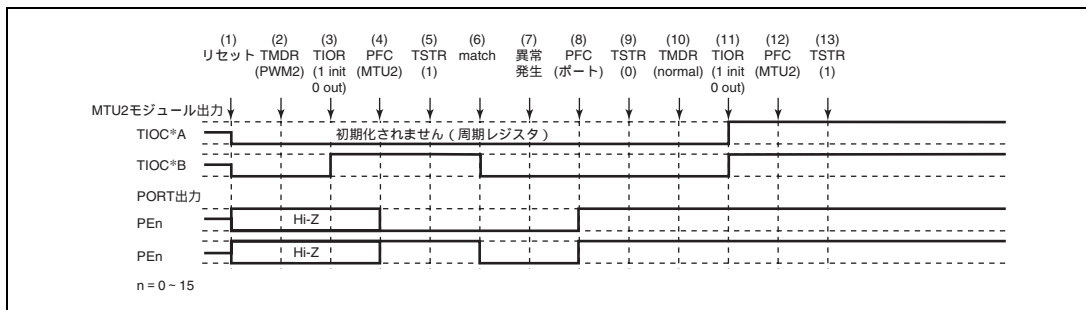

図 12.127 PWM モード 2 で異常が発生し、ノーマルモードで復帰する場合
PWM モード 2 で異常が発生し、再設定後ノーマルモードで再スタートする場合の説明図を図 12.127 に示します。
(1) ~ (9) は図 12.127 と共通です。
(10) PWM モード 1 を設定します。
(11) TIOR で端子を初期化してください (PWM モード 1 では TIOC*B 側は初期化されません)。
(12) PFC で MTU2 出力としてください。
(13) TSTR で再スタートします。
(15) PWM モード 2 で動作中に異常が発生し、PWM モード 2 で再スタートする場合の動作
(10) PWM モード 2 で再スタートする場合には必要ありません。
(11) TIOR で端子を初期化してください (PWM モード 2 では周期レジスタの端子は初期化されません)。
(16) PWM モード 2 で動作中に異常が発生し、位相計数モードで再スタートする場合の動作
(10) 位相計数モードを設定します。
(11) TIOR で端子を初期化してください。
(17) 位相計数モードで動作中に異常が発生し、ノーマルモードで再スタートする場合の動作